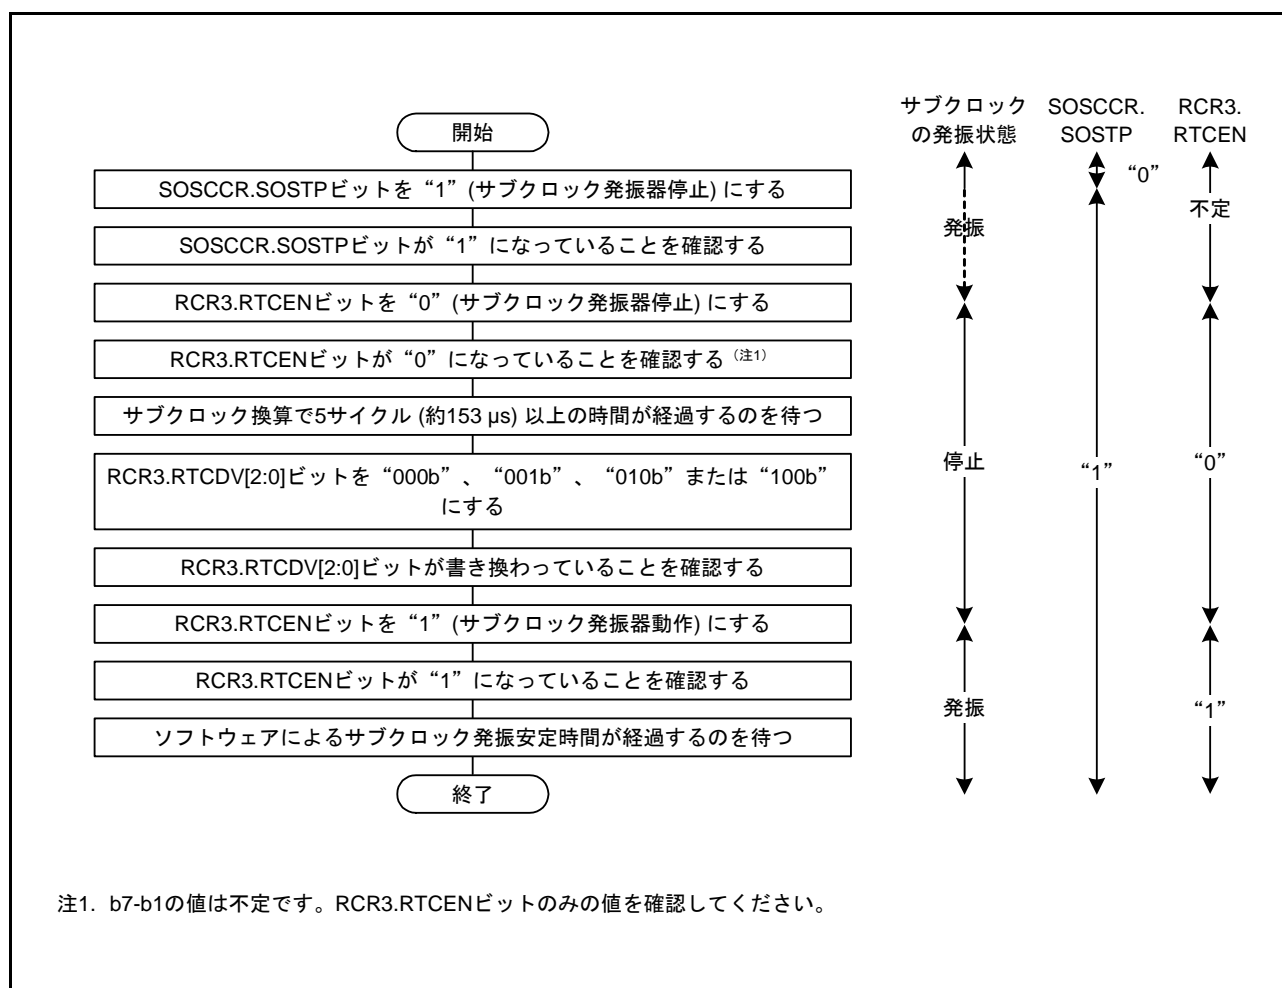

図 9.10 サブクロックをリアルタイムクロックのカウンタソースのみに使用する場合の初期化フローチャート例
- サブクロックをリアルタイムクロックのカウンタソースのみに使用する場合は、図 9.10 のフローチャートの例に従って初期設定してください。その後、「21.3.2 クロックとカウンタモード設定手順」に記載されたクロック設定手順に従って設定してください。